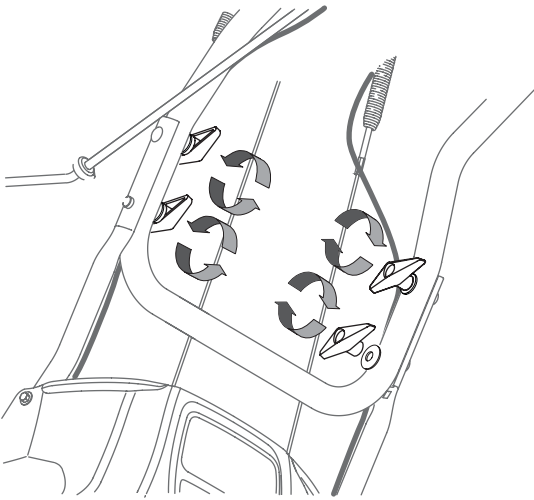

Figure 2
- Enlevez les boutons et les boulons ordinaires intérieurs de chaque côté du guidon supérieur. Voir la Figure 2.